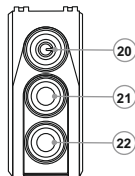

Abb. 4
- Den Deckel (14) entgegen dem Uhrzeigersinn drehend abnehmen.
- Setzen Sie den Übergangsrings (12) in den Adapter (13) bis zum Anschlag ein (s. Abb.)
- Bringen Sie den Adapter mit dem eingesetzten Übergangsrings an das Objektiv (11) des optischen Geräts an.
- Bringen Sie den Hebel (19) von der Position "AUF" in die Position "ZU" (Abb.4). Vergewissern Sie sich, dass der Adapter an das Objektiv eng anliegt.